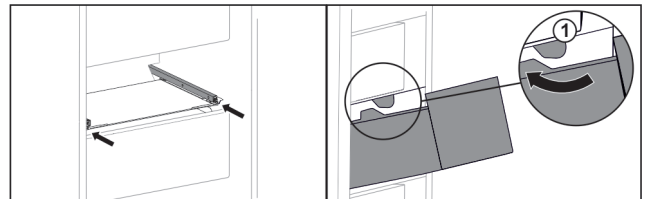

Fig. 55
- ▶ Ghidați sertarul în jurul opritorului Fig. 55 (1).